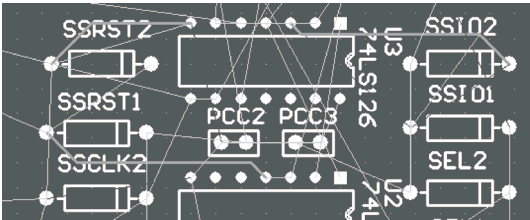

图 6-78 对两连接点进行布线
- 2) 执行该命令后，光标变为十字形状，选取需要进行布线的一条连线，对部分连接点布线后的结果如图 6-78 所示。